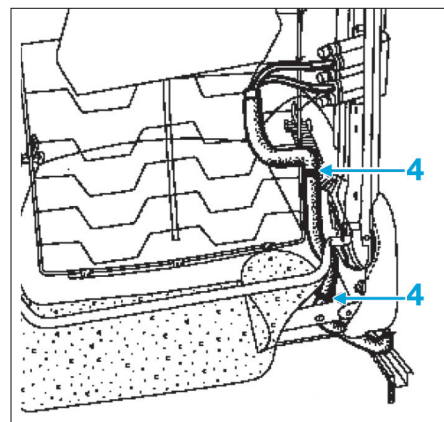

Fig. 8
- Couper les colliers de maintien (4) des tubes souples (sans les blesser) sous l'assise et derrière le dossier (Fig.8).